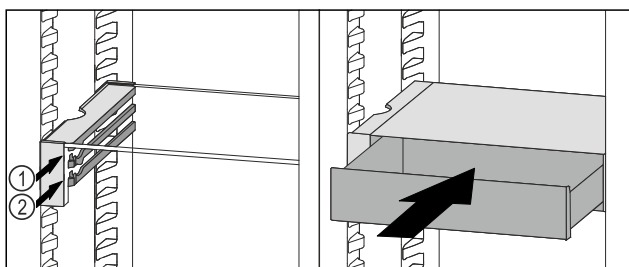

Fig. 76
- ▶ Nasadte zásuvku VarioSafe za zarážky na požadovaném žebro Fig. 76 (1) nebo Fig. 76 (2).